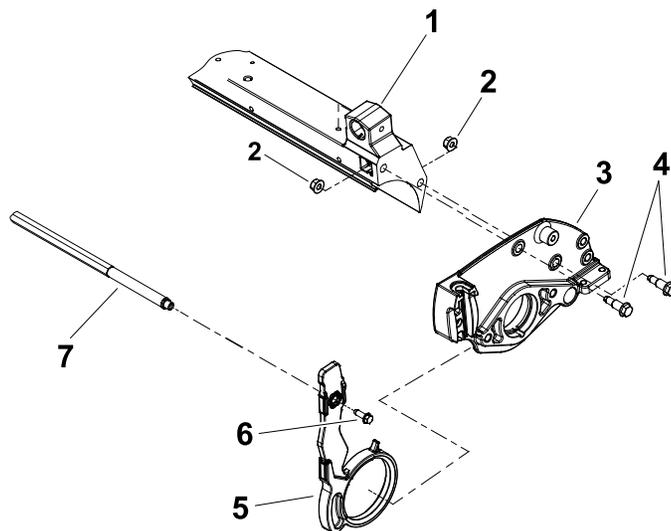

图 12
2. 将带有新旋转臂的侧板小心地滑到滚刀总成上图 12。
3. 安装轴肩螺栓和凸缘螺母将侧板固定到横梁上图 12。
5. 将交联放置到旋转臂上并用 2 个垫圈头螺丝固定图 12。